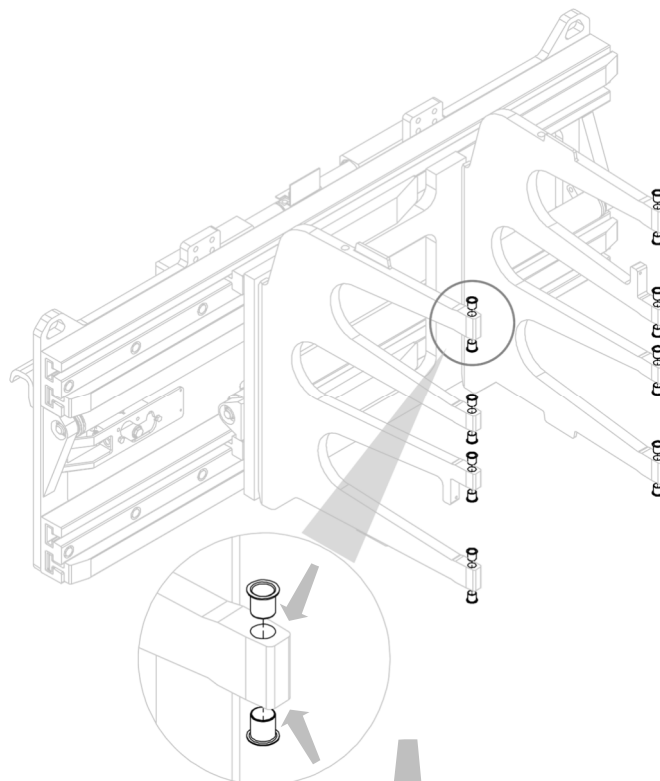
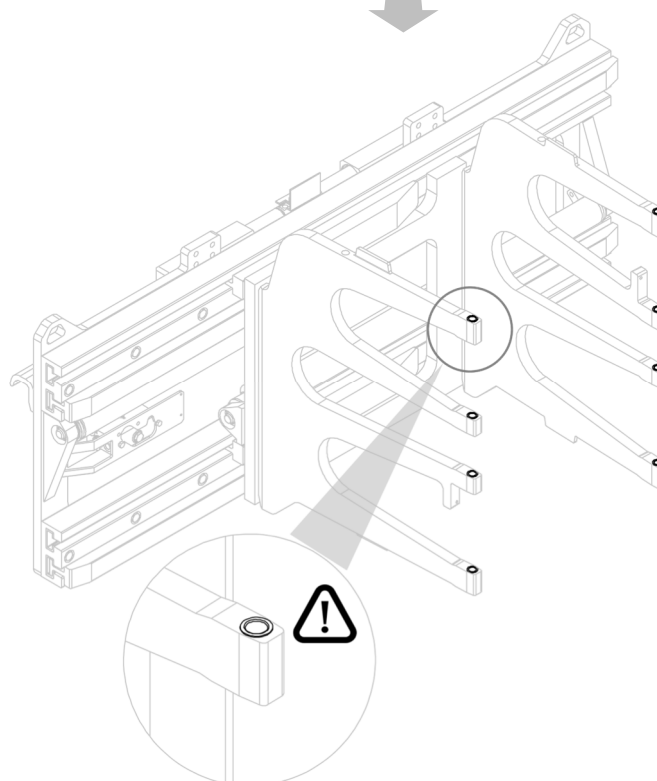

Figura 24
Figura 25
2. Colocar en los asientos correspondientes los casquillos para la oscilación (ver *Figura 24* y *Figura 25*).